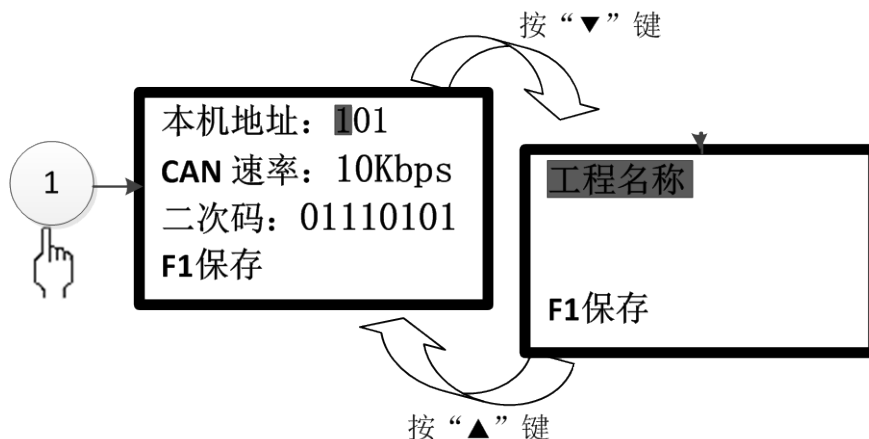

图 3-28
按下数字 1 键或光标移至①后按确认键，可进入分机网络设置界面(如图 3-28 所示)。按上下键移动光标至需要设置修改的位置上，按左右键或直接输入数字键更改。修改完毕后，按“F1”键保存。按取消键返回上级菜单。